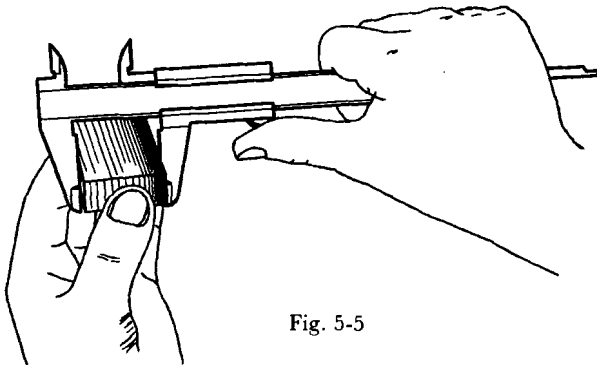

Fig. 5-5
2.2. Sujeción de la pieza.—Sujetar la pieza con la mano izquierda y situarla en la parte central de las bocas del calibre (fig. 5.5).